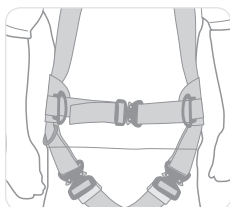

Figure 15
- Si une boucle de ceinture est présente (harnais RH3 uniquement), accrochez-la à l'avant et réglez la sangle en la tirant à travers la boucle comme nécessaire pour obtenir un bon ajustage (voir Figure 15).